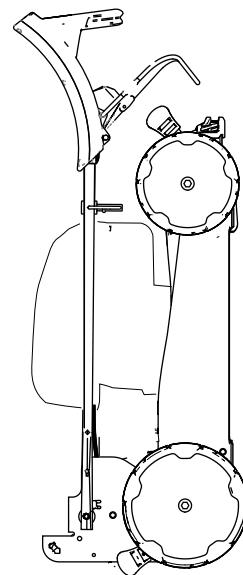

Figura 24
5. Levante la parte delantera de la máquina con el manillar y llévela al lugar de almacenamiento (Figura 24).